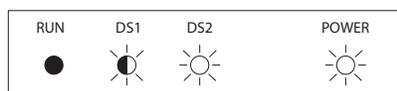

Figura 18 LED de falhas
**Figura 18** mostra o monitor de LED quando uma falha de oV ou UV ocorre.